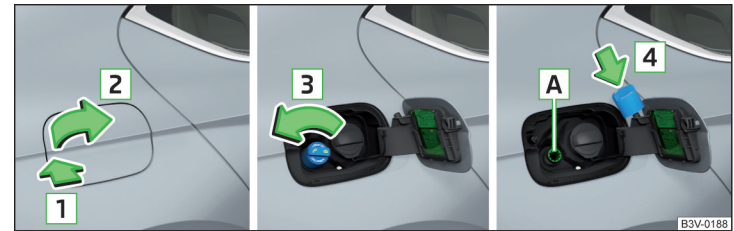

Abb. 208 Tankklappe aufklappen / Tankverschluss herausdrehen / Tankverschluss auf die Tankklappe stecken
Für AdBlue® ist im Fahrzeug ein separater Tank vorhanden, dessen Einfüllstutzen sich neben dem Tankverschluss befindet » Abb. 208.
Zum Nachfüllen von AdBlue® den Stutzen **A** verwenden » Abb. 208 und einen Ort mit ebenem Untergrund wählen.
- Auf die Tankklappe in Pfeilrichtung **1** drücken » Abb. 208.